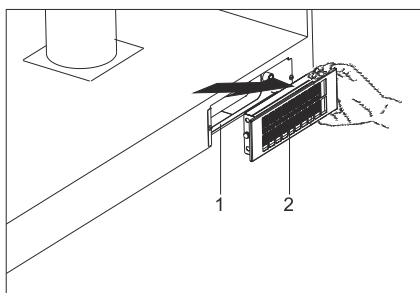

Fig. 3
1. ➡ Ta bort kolfiltret genom att dra ut det i pilens riktning (Fig. 3).